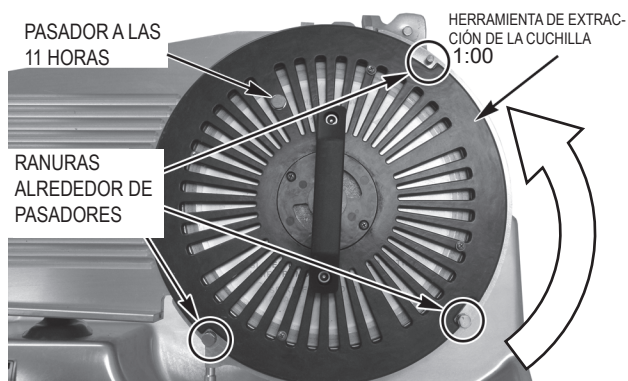

Fig. 13
- Coloque la herramienta de extracción sobre la cuchilla (Fig. 13). Las tres ranuras de la herramienta encajan en los tres pasadores del aro protector (Fig. 13).